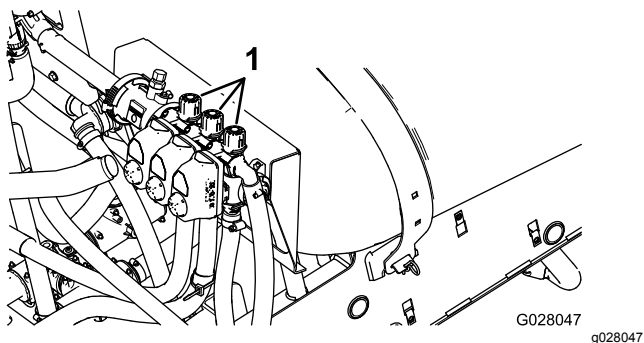

Figure 86
2. Désactivez la section gauche et réglez le bouton de dérivation de la section gauche (**Figure 86**) jusqu'à ce que la pression indiquée corresponde à celle réglée précédemment (généralement 2,75 bar).
4. Réglez la vanne de dérivation de la section droite (Figure 86) jusqu'à ce que la pression indiquée corresponde à celle réglée précédemment (généralement 2,75 bar).
6. Réglez la vanne de dérivation de la section centrale (Figure 86) jusqu'à ce que la pression indiquée corresponde à celle réglée précédemment (généralement 2,75 bar).